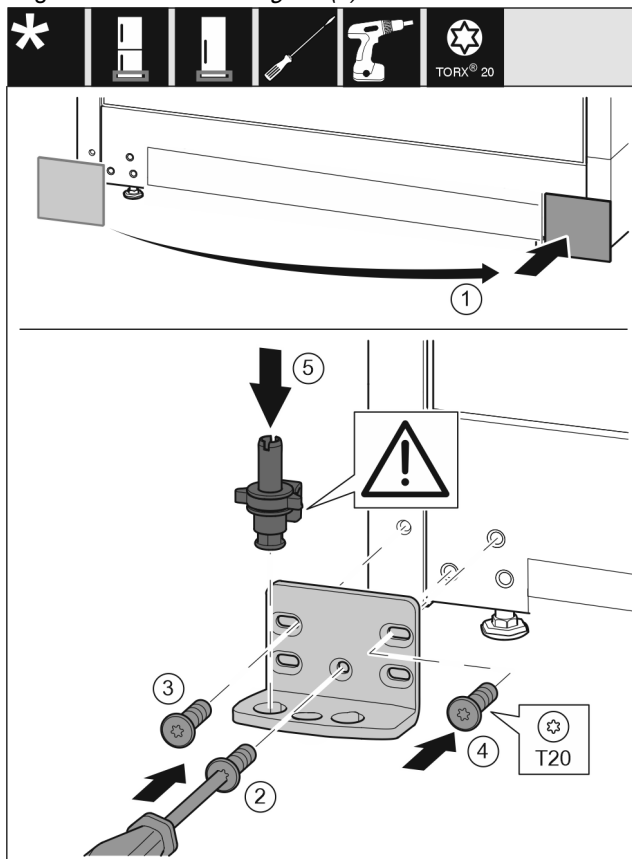

Fig. 16
- ▶ Abdeckung abnehmen und auf der anderen Seite anbringen. Fig. 16 (1)
- ▶ Lagerbock auf der anderen Seite ansetzen und mit Hilfe eines Schraubendrehers T20 anschrauben. Mit Schraube 2 unten in der Mitte beginnen. Fig. 16 (2)
- ▶ Schraube 3 und 4 festschrauben. Fig. 16 (3,4)
- ▶ Lagerbolzen komplett einsetzen. Dabei darauf achten, dass der Rastnocken nach hinten zeigt. Fig. 16 (5)